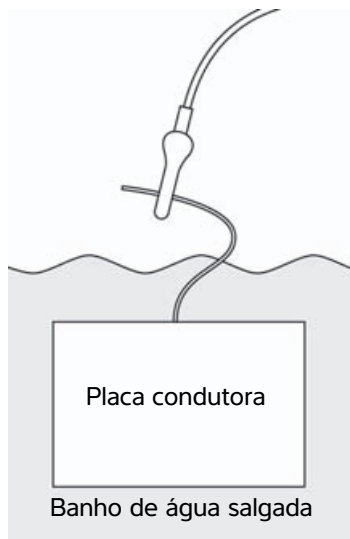

Figura 6 Ligação da placa condutora
- a Conecte o fio condutor preto à placa condutora no banho de água salgada conforme mostrado na **Figura 6**.